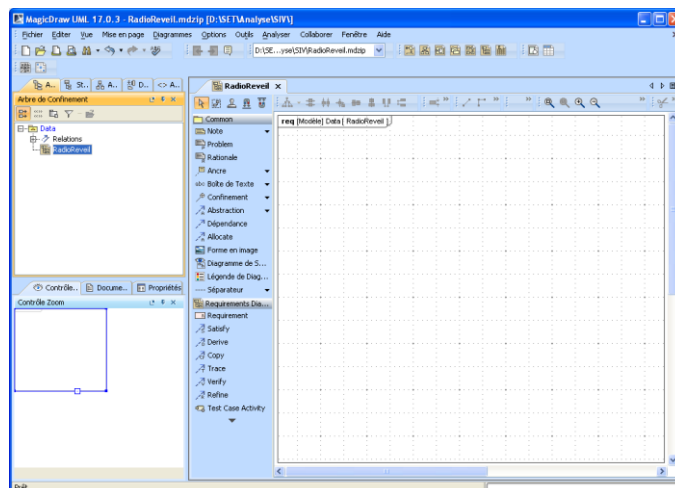
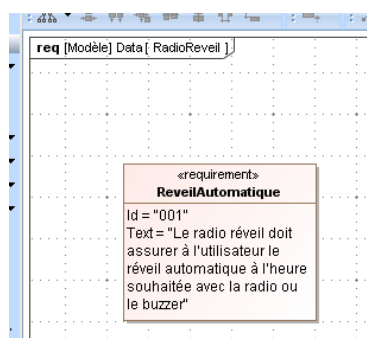

Figure 5 Diagramme des exigences
Figure 8 Conteneur exigence principale
Dans l'exemple du radio-réveil, la première exigence fondamentale concerne la capacité à assurer à l'utilisateur un réveil automatique à l'heure souhaitée avec la radio ou un buzzer. On peut également lister des exigences sur le réglage de la radio, de l'horloge et de l'alarme, ainsi que sur la nécessité d'un mécanisme de sauvegarde. Une première ébauche de diagramme d'exigences est donnée par la figure 5.
- Click sur OK pour ouvrir la figure 5
- Click sur **Fermer** pour revenir à la fenêtre précédente (figure 5) avec le conteneur de la première exigence comme le montre la figure 8